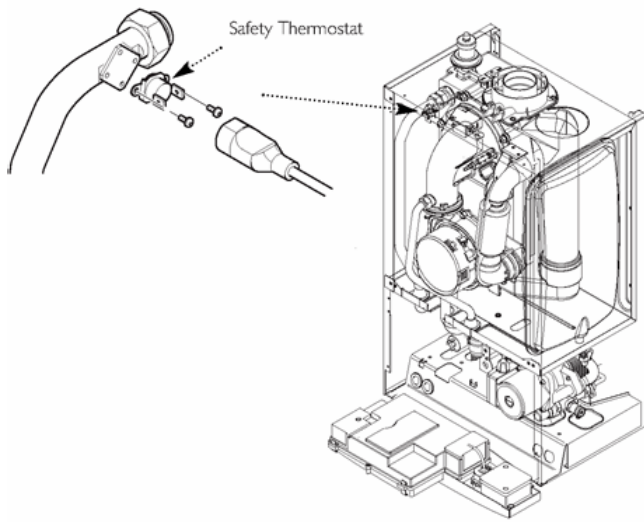

Fig. 83
14.7 Safety Thermostat (Fig. 83)